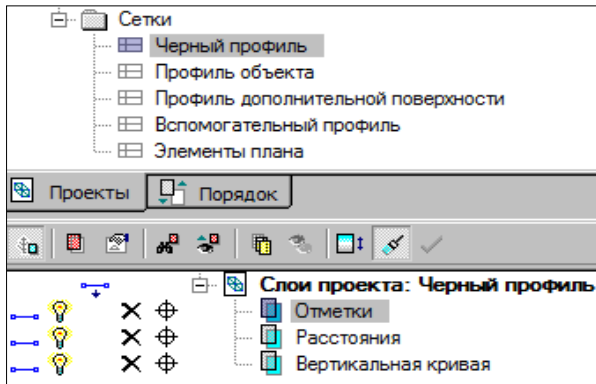

Рис. 10.4
- в сетке **Черный профиль** в виде данных, распределенных по слоям проекта (рис. 10.4). Эти информативные данные отображаются в окне **Сетки** в графах с названиями, идентичными именам слоев.